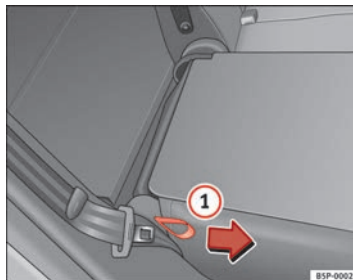

Fig. 101 Abatir o levantar el respaldo del asiento posterior
- Tire del lazo situado en el lateral del asiento ⇒ fig. 101 ① en la dirección de la flecha y levante el respaldo hasta que encastra.